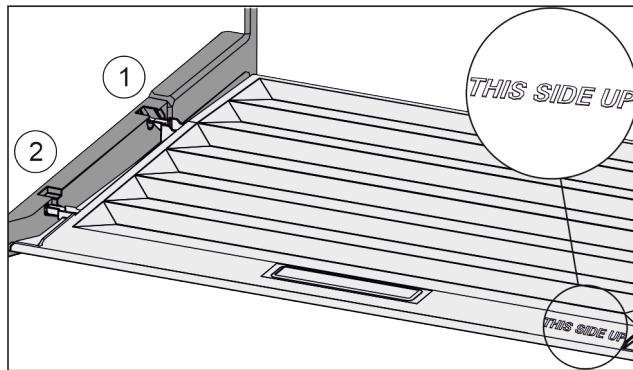

Fig. 72
- Prečke poklopca uvedite preko otvora stražnjeg držača Fig. 72 (1) i uglavite ih u držač Fig. 72 (2).